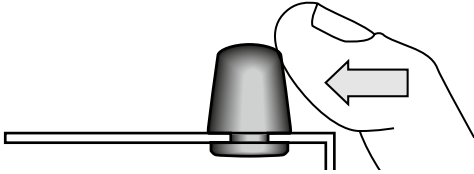

fig.2: Empujen para quitar las bases del aparato
- Si monta el aparato en una caja de 19", podrá quitarle las bases. Ejercer una presión lateral sobre las bases para quitarlas (fig. 2).